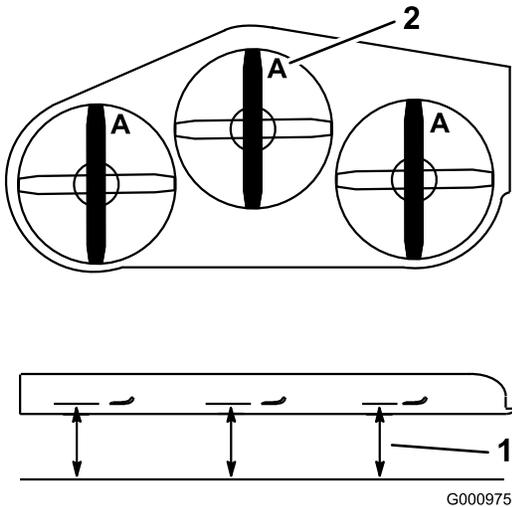

Figure 88
4. Mesurez la distance entre la surface plane et le tranchant (position **A**) des lames (Figure 88).